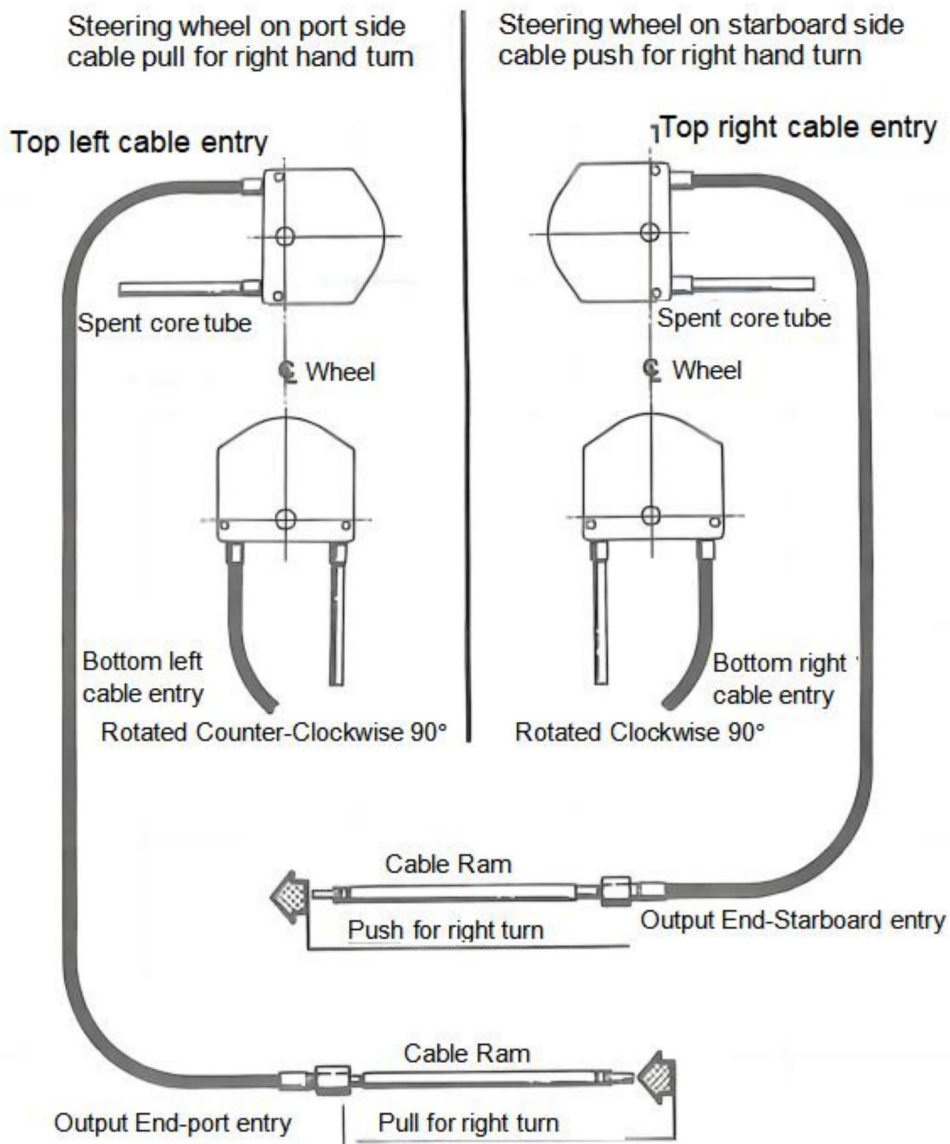

Figure 4.
ÉTAPE 4. L'ensemble de barre peut être tourné sur le support de montage pour accueillir l'entrée de câble. La meilleure position pour l'unité d'entraînement est là où le câble peut être installé avec un minimum de courbure. La figure 4 montre le câble Positions finales pour PUSH ou PULL pour le virage à droite.